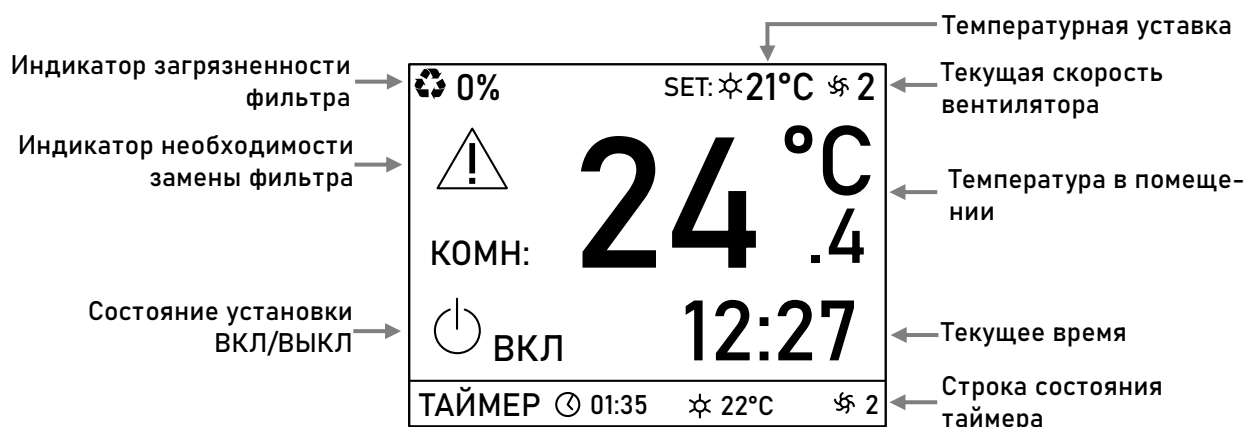

Рисунок 15 - Экран дежурного режима
3.3.2 Сразу после включения на нем отобразится экран дежурного режима (Рисунок 15).